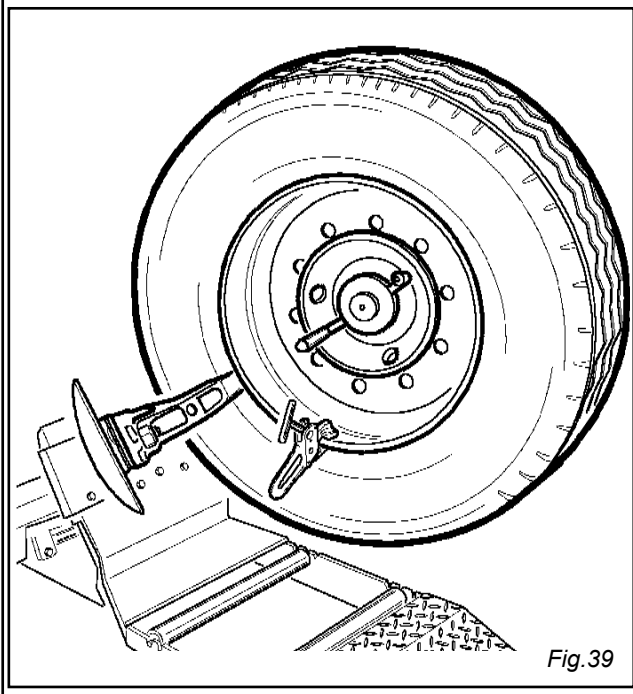

Fig.39
23) Ruotare in senso **orario** fino al completo montaggio del pneumatico. (Fig. 39)